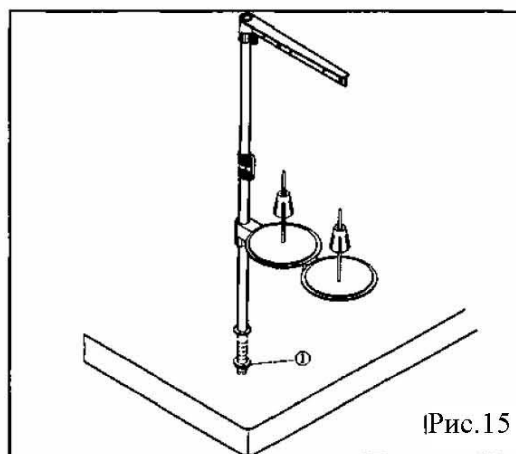

Рис.15
1. Комплект нитедержателя должен быть установлен, как показано на рис. 15 и должен устанавливаться в отверстие на поверхности стола (Рис.15).